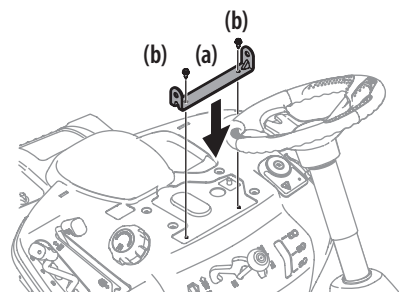

Figura 8
3. Alinee el soporte del asiento (a) en su lugar sobre los orificios de los pernos autorroscantes (b) que extrajeron, como se indica en la Figura 8.
4. Con una llave de trinquete de 1/4" con una llave de 3/8", sujete el soporte del asiento (a) con los pernos autorroscantes (b) que se extrajeron en el paso 2. Consulte la Figura 8.